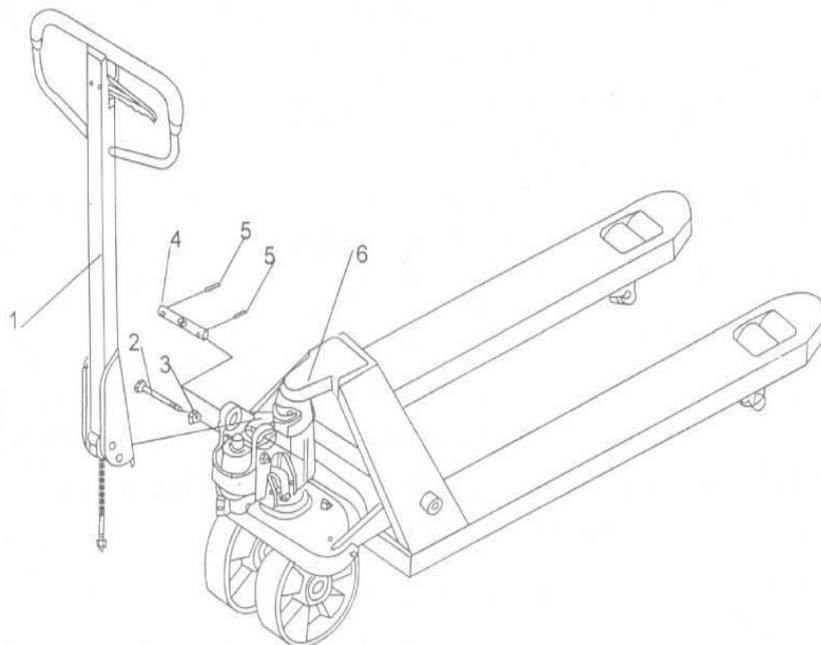

Fig. 5 Montage du timon (symbolique)
d) Placez le levier de commande de la barre d'attelage en position "LEVER RAPIDEMENT" (LEVER). Soulevez ensuite la plaque de levier à l'aide de la goupille (2, Fig. 5) et insérez la vis de réglage dans la fente avant de la plaque de levier. Remarque : Laissez l'écrou de réglage sous la plaque de levier.
e) Utilisez un marteau pour insérer la deuxième goupille d'ajustage (5, fig. 5) dans le deuxième trou de l'axe.